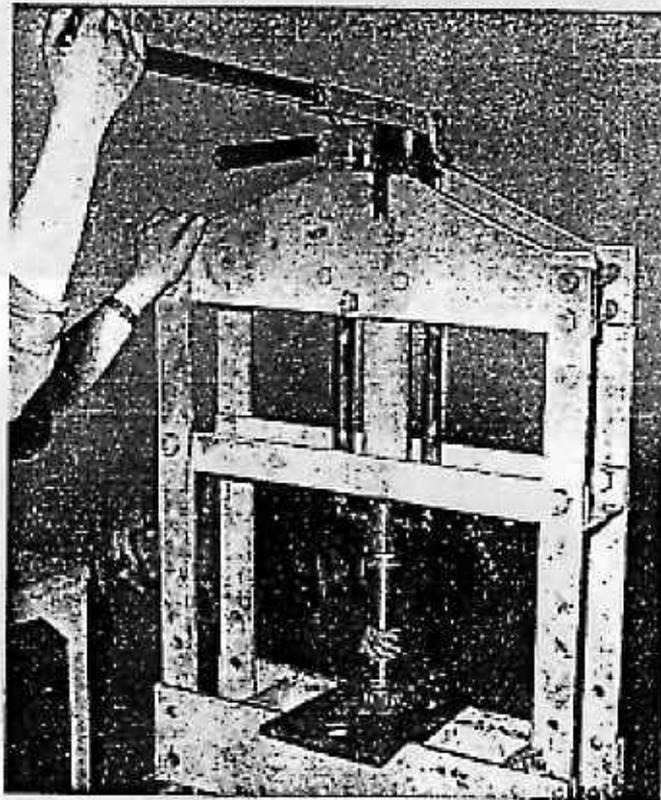

FIGURE 59. — Mise en place d'un cône de roulement intérieur sur le pignon
A. — *Mise en place du roulement intérieur sur le pignon d'attaque (fig. 59).*